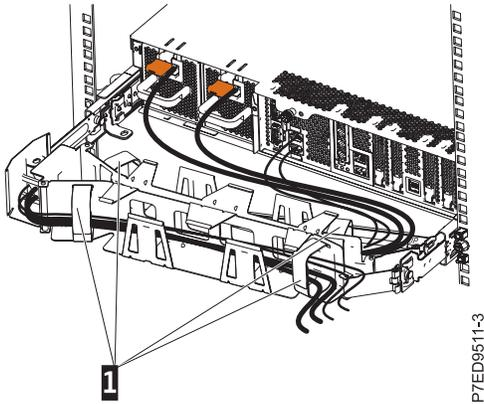

Abbildung 18. Netzkabel verlegen und anschließen
8. Führen Sie die Netzkabel und die anderen Kabel (für Tastatur, Monitor und Maus) durch den Kabelträger (1), wie in Abb. 18 auf Seite 14 dargestellt. Schließen Sie alle Kabel außer dem Netzkabel an der Rückseite des Servers an. Sichern Sie alle Kabel mit Kabelbindern oder Klettverschlüssen.